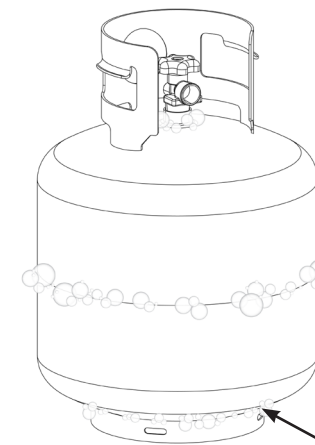

Imagen 01
1. Utilisez un pinceau propre pour appliquer une solution de savon doux et d'eau à 10 % sur les zones des joints de la bouteille de GPL (indiquées par des flèches sur la figure 01).